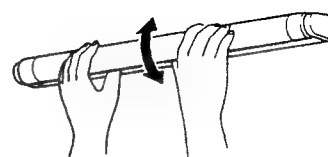

図2
- ③蛍光灯の両端を持ち、上側を手前に引くようにしながら「カチッ」という音がするまで回します。（図2）
- ④そのまま、手前に引き抜くようにして取外します。
- ⑤グローランプの交換は台座の右側の開口部にあるグローランプを左に回して取外します。
- ⑥新しいグローランプを右に回して取付けます。
- ⑦新しい蛍光灯を外した時の逆の手順ではめ込みます。
- ⑧照明カバーを外した時の逆の手順ではめ込みます。
- ⑨スイッチを入れ、蛍光灯が点灯することを確認します。